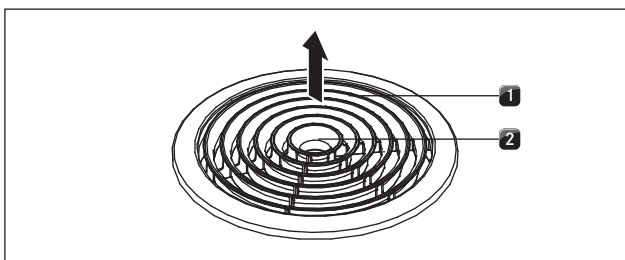

Abb. 8.1 Demontáž přívodní trysky
- ▶ Nasadte přívodní trysku [1] (obr. Abb. 8.1) středu nasávacího otvoru.